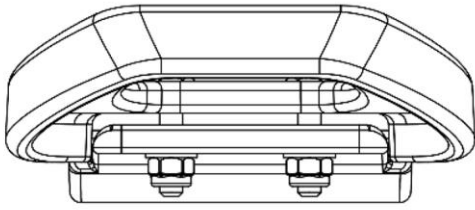

Fig. 4a
- fig. 4a – uchwyt w rzucie z góry;